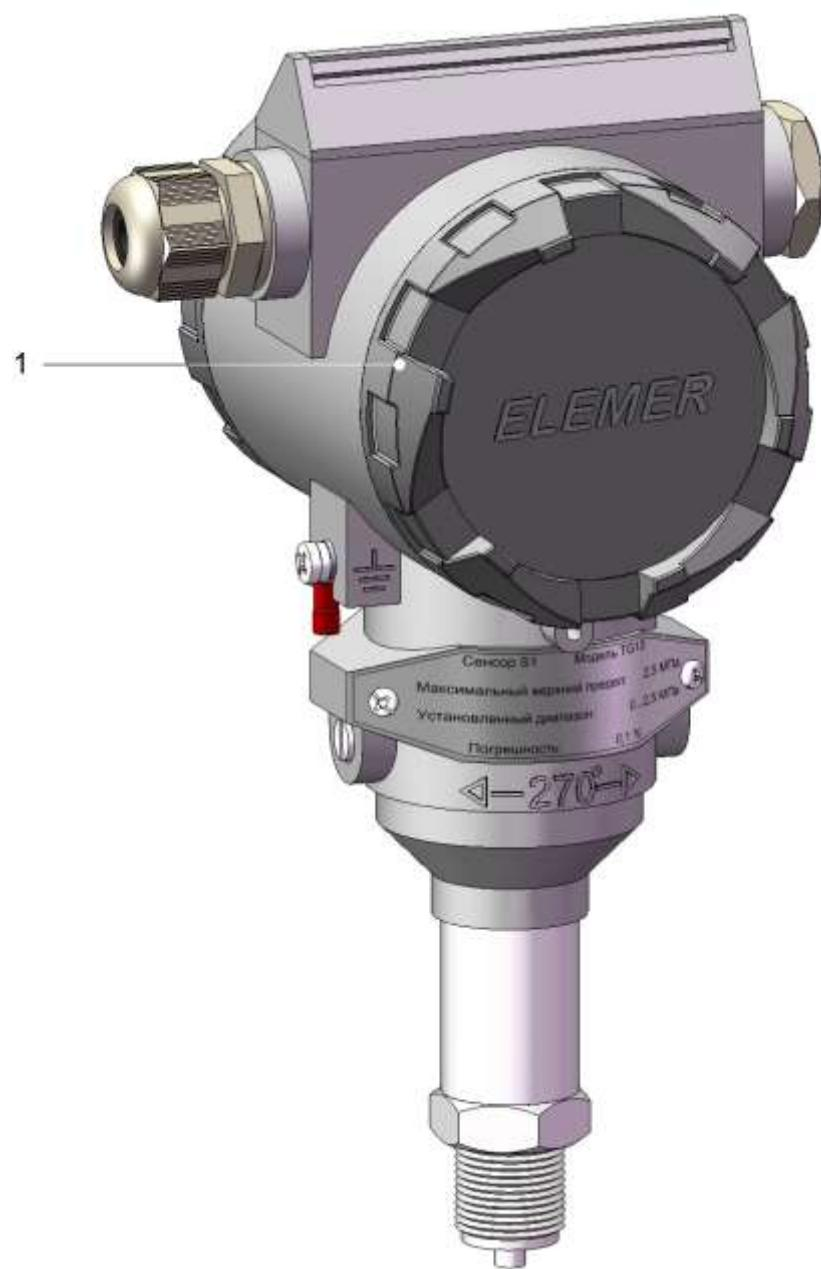

**Рисунок 2.1**
2.3.2.10. Модуль кнопок МКН – плата с кнопками управления, размещаемая в наружном блоке управления 6 (см. рисунок 2.1).